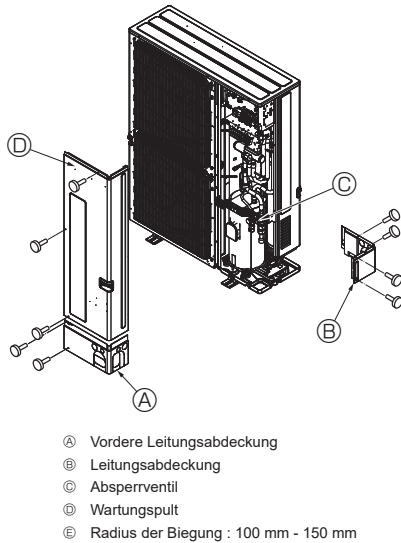

Fig. 4-4
4.3. Kältemittelrohrleitung (Fig. 4-4)